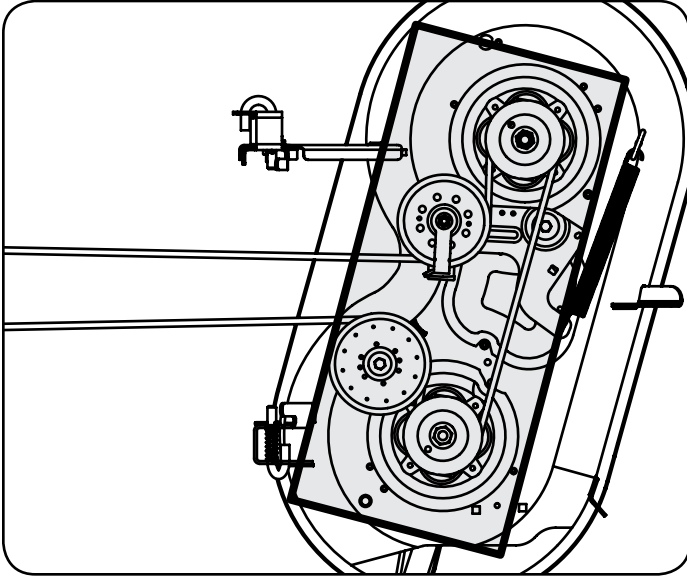

Figure 3
- Limpiar la parte superior de la plataforma de corte, bajo las sábanas de husillo y área de la correa. Vea la Figure 3.